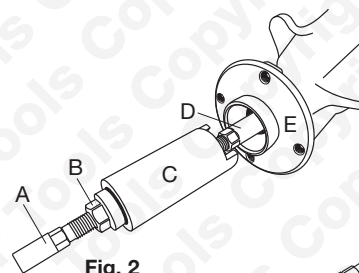

Fig. 2
- Coloque la herramienta montada y atornille el tornillo de fuerza central A al adaptador D (Fig. 2).